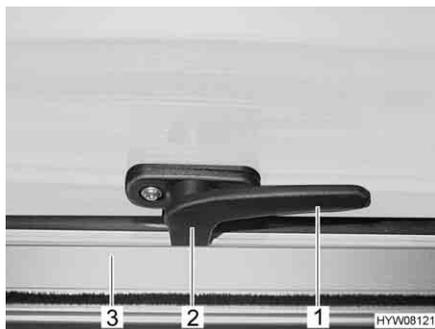

Fig. 105 Palanca de bloqueo en la posición de "cerrado"
- Girar la palanca de bloqueo (Fig. 105,1) un cuarto de vuelta hacia la mitad de la ventana.
- Girar la palanca de bloqueo (Fig. 105,1) un cuarto de vuelta hacia el marco de la ventana. El saliente de bloqueo (Fig. 105,2) se encuentra en la cara interior del bloqueo de la ventana (Fig. 105,3).